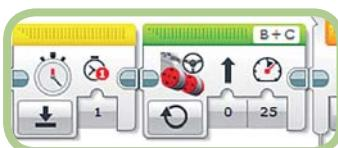

Рис. 13.25. Расположение блока **Таймер** (Timer)
- Добавь блок **Таймер** (Timer) слева от блока **Рулевое управление** (Move Steering) и выбери режим **Сброс** (Reset) (рис. 13.25).